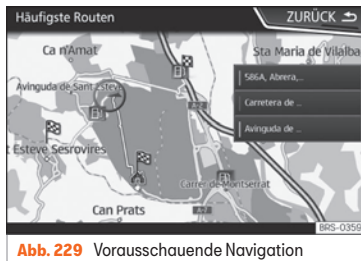

Abb. 229 Vorausschauende Navigation
- Auf dem Hauptbildschirm des Navigationsmenüs im Pop-up-Fenster die Taste **Häufige Routen** antippen. Zur Anzeige der häufig gefahrenen Routen die Taste **In Karte anzeigen** antippen »» **Abb. 229**.